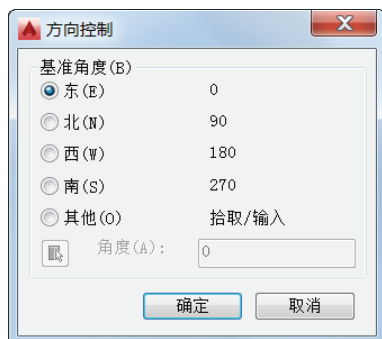

图 1-44 “方向控制”对话框
6) 在“图形单位”对话框中单击“方向”按钮, 则打开图 1-44 所示的“方向控制”对话框。利用该对话框设置基准角度, 然后在该对话框中单击“确定”按钮。